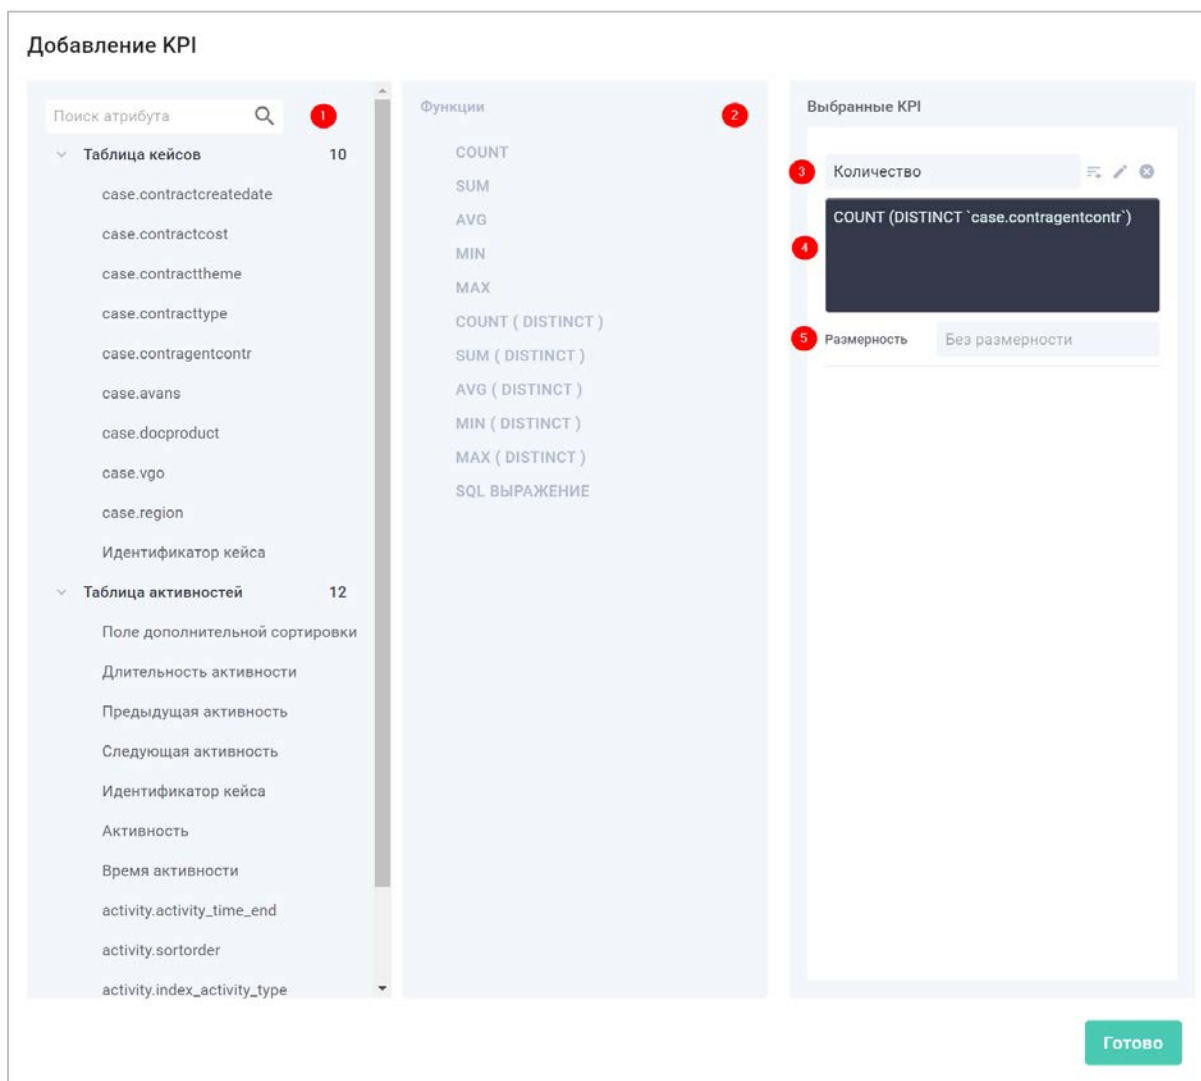

Рисунок 52. Настройка показателей/измерений
В открывшемся окне (Рисунок 52) необходимо выбрать требуемые атрибуты модели данных (1), агрегационные функции для Показателей (2) и нажать кнопку «Готово».